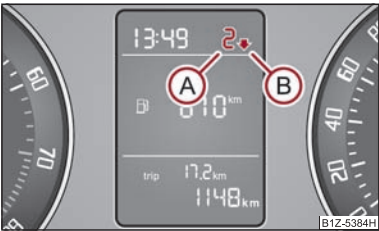

Fig. 17 Recomendación de marcha
En la pantalla del cuadro de instrumentos se muestra información sobre la marcha seleccionada (A) ⇒ fig. 17.